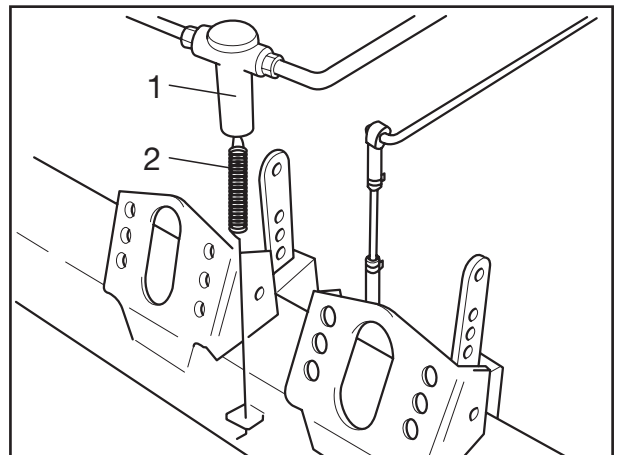

Fig. 5
- [8] Ggf. Zugfeder (Fig. 5/2) am Absperrventil (Fig. 5/1) aushängen.
| <p>[7] Disconnect the compressed air hoses from the brake cylinders.</p> <p>[8] Detach tension spring (Fig. 5/2) at the shut-off valve (Fig. 5/1), if necessary.</p> <p>[9] Undo all cable connections to the axle (Brake Monitor, ABS sensor cable, etc.).</p> | <p>[7] Dévisser les conduites d'air comprimé des vases de frein.</p> <p>[8] Décrocher éventuellement le ressort de traction (fig. 5/2) de la valve d'arrêt (fig. 5/1).</p> <p>[9] Déconnecter tous les câbles de l'essieu (Brake Monitor, câble du capteur ABS, etc.).</p> |